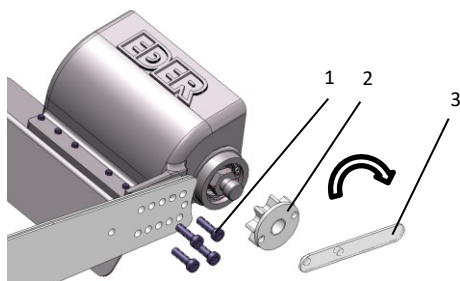

Fig. 2: Fijando la cabeza peladora al soporte
- > Apriete la cabeza respectiva con los 4 tornillos M6x20 (**1** - Fig. 2). Revise los tornillos regularmente para ver si están apretados. La cabeza respectiva puede ser atornillada en diferentes posiciones dependiendo del modelo de la motosierra. La posición correcta de los pernos viene determinada por el hecho de que la cadena de transmisión puede ser suficientemente tensada y también reajustada.
- > Atornille el piñón de arrastre en la carcasa (**2** - Fig.2) y apriete el piñón de arrastre con la llave de pivote (**3** - Fig.2).